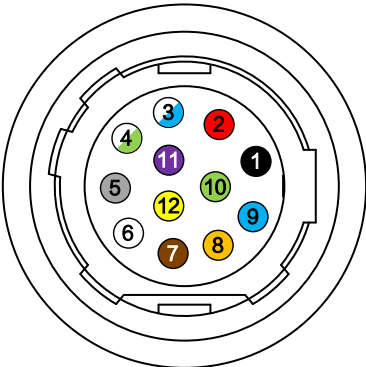

图4-7 12-pin 管脚
- 图 4-7 与 表 4-3 中所示线芯仅为本公司销售的线缆线序以及对应的线芯颜色，若线缆不是从本公司购买，请以实际线序以及对应线芯颜色为准。